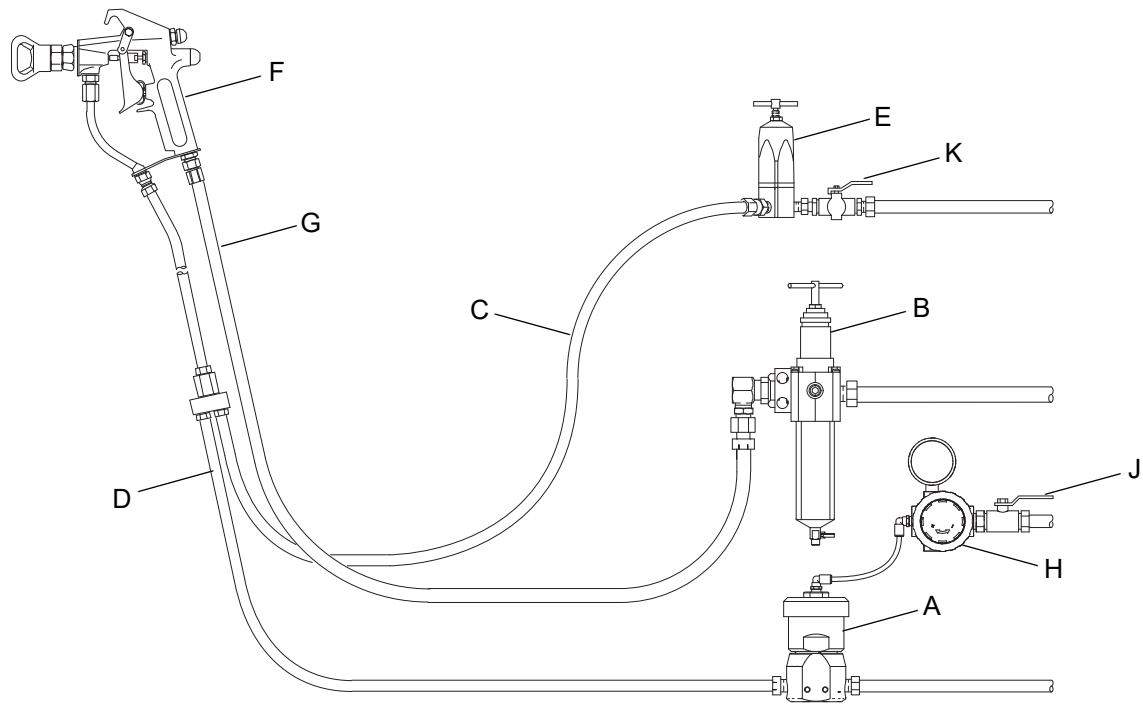

FIG. 1: Installazione tipica: stazione di spruzzatura a circolazione singola
L'installazione tipica, mostrata nella Fig. 1 è esclusivamente una guida per la progettazione del sistema. Per ottenere assistenza nella progettazione di un sistema adatto alle proprie esigenze, rivolgersi al distributore Graco di zona.
1. Installare il regolatore di contropressione (BPR) (A) nella linea di ritorno del fluido (D) o nella linea di ritorno del circuito di ricircolo. Vedere FIG. 1. Verificare che il BPR sia saldamente installato in un sistema di tubazione rigido. Se sono impiegate linee del fluido flessibili, devono essere utilizzati i due fori di montaggio rastremati da 1/4 - 20 sul lato del regolatore per montare saldamente il regolatore.
2. Il BPR (A) dispone di una porta di ingresso da 3/8 in. e di una porta per manometro da 1/4 in. (La porta del manometro può essere utilizzata come porta di ingresso optional per le applicazioni a basso flusso.) Le due porte di uscita sono da 3/8 in. npt.